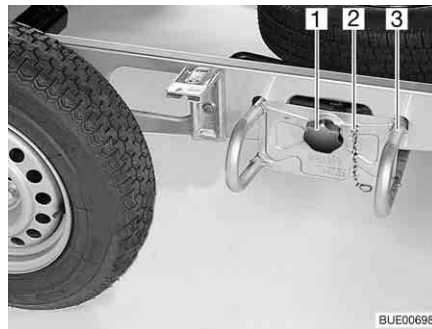

Bild 214 Ersatzrad-Halterung
- Die Sicherungskette (Bild 214,2) aushängen.
- Den Sterngriff (Bild 214,1) lösen und herausdrehen.
- Den Ersatzrad-Halter (Bild 214,3) ca. 10 cm weit herausziehen und am Boden ablegen.